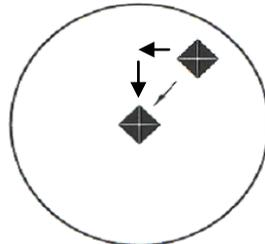

Abbildung 6-13 Eindruck ist irgendwo
5. Der Eindruck ist irgendwo, aber nicht in der Mitte. Siehe Abbildung 6-13.